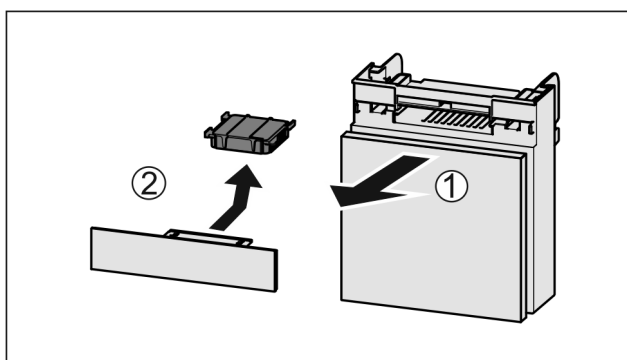

Fig. 214
- ▶ 向前拉出 Fig. 214 (1) 抽屉。
- ▶ 取出 Fig. 214 (2) 活性炭过滤器。